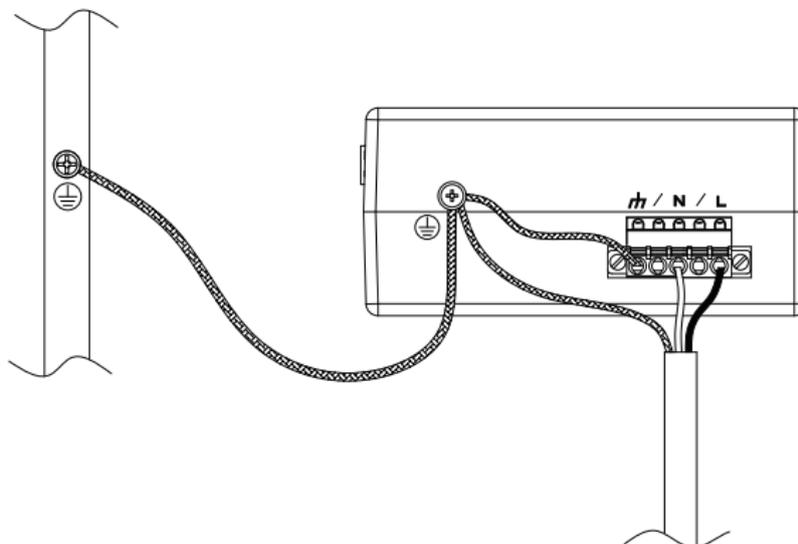
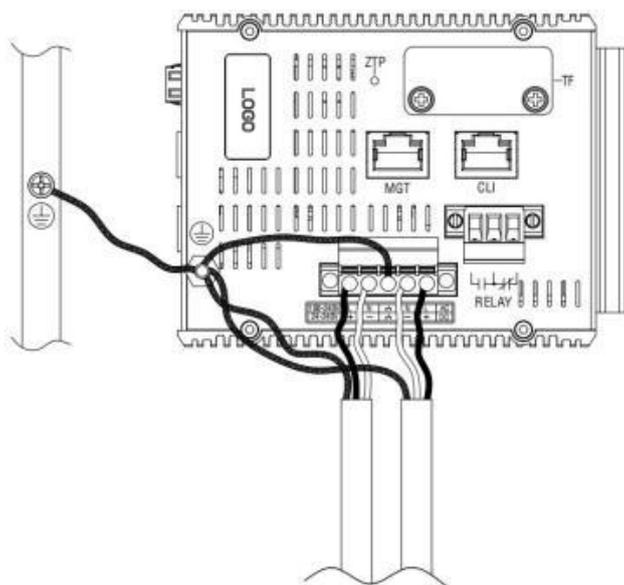

Рисунок 9 Схема подключения входного кабеля 100–240 В переменного/постоянного тока
Рисунок 10 Заземление
**Важно! При подключении двух резервируемых источников питания нельзя использовать разные диапазоны питания (100-240 VDC/VAC и 18-60 VDC). Необходимо использовать 18-60 VDC см. рис. 9, 10, 11.**
На рис.9, рис. 10 конец «+» подключается к положительному проводу постоянного тока,конец «—» подключается к отрицательному проводу постоянного тока, конец «n» подключается к заземлению корпуса через заземляющий провод.